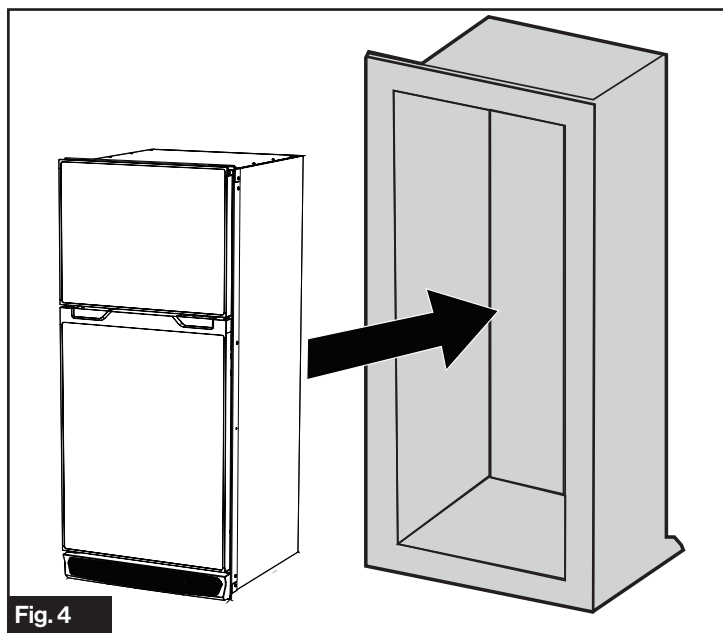

Fig. 4
1. Deslice la unidad hacia adentro del recinto. Deberá tener cuidado para evitar raspar el chasis contra el cable durante la instalación. (Fig. 4)
1. Coloque el refrigerador dentro del recinto, como se describe en la Fig. 4 de la sección "Instalación sin acceso a pared lateral". Por ahora no se preocupe por las conexiones eléctricas.